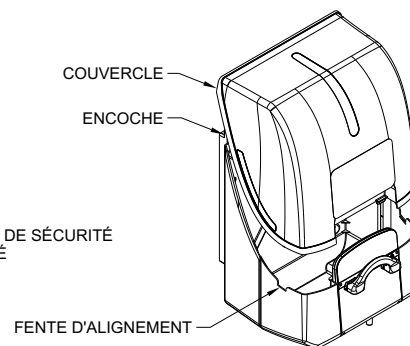

Figure 6
B. Étape 5. Couvercle (réf. Figure 6)